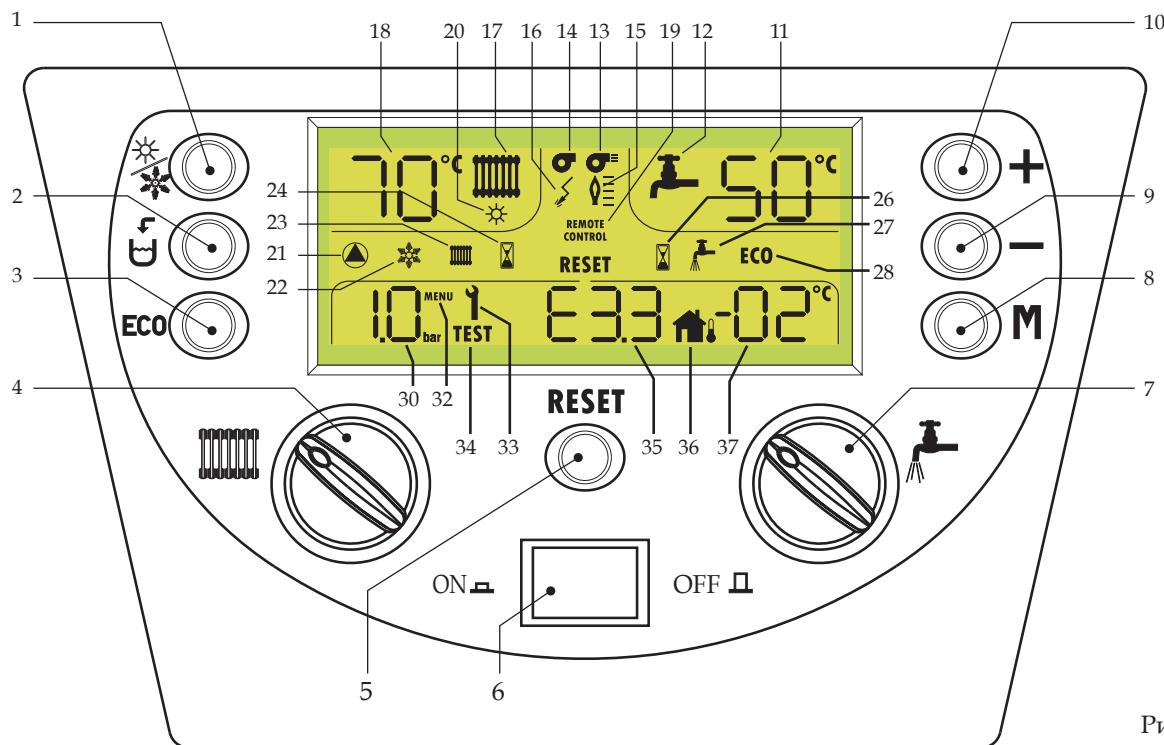

Рис. 1
Для включения/отключения режима Комфорт достаточно нажать клавишу 3 (**ECO**) - 3 (рис. 1). Когда включен режим Комфорт, надпись ECO исчезает с дисплея.
Для восстановления рабочего режима - нажать клавишу 5 (Сброс (Reset) - рис. 1).
- Нажать клавишу ВКЛ/ВЫКЛ (ON/OFF) (см. рис. 1)
Нажать клавишу ВКЛ/ВЫКЛ (ON/OFF) (см. рис. 1)
Для выбора одного из двух режимов достаточно нажать клавишу 1 (рис. 1).